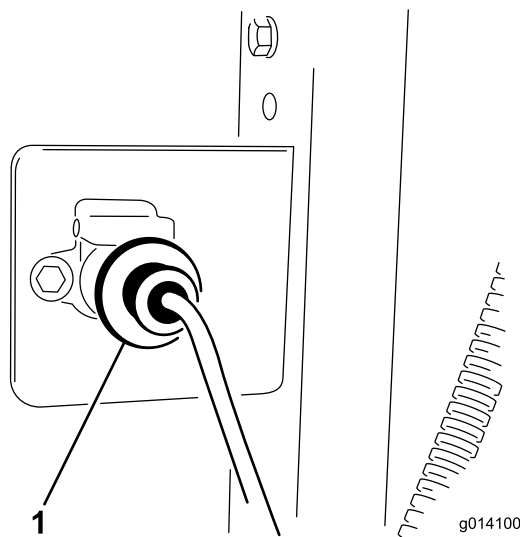

Figura 10
3. Sujete el conector del arnés de cables al soporte con 2 tornillos de 1/4 x 1 pulgada y tuercas (Figura 10).
5. Conecte el arnés de cables de la unidad base al arnés de cables del vehículo de remolque (Figura 10). El conector está situado entre los manguitos hidráulicos acoplados al vehículo de remolque.